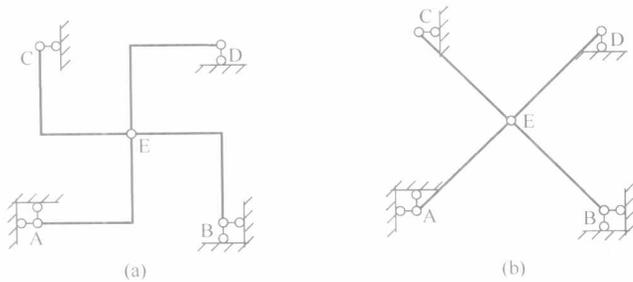

图 1.3-3
**【例 1-5】** 图 1.3-3(a)所示体系的几何组成是：\_\_\_\_\_。(5 分，河海大学，2007)
**解析：**鉴于刚片的形状可以任意替换，图 1.3-3(a)体系可替换为图 1.3-3(b)所示体系，通过依次删减 C 支座链杆与 CE、D 支座链杆与 DE 组成的二元体和 A—E—B 二元体，可知原体系为无多余约束的几何不变体系，答案为 A。